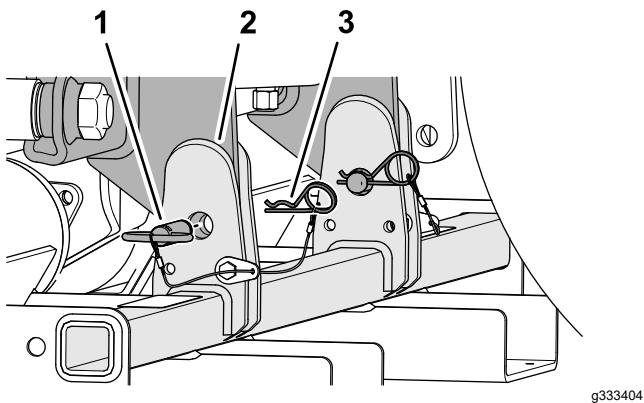

Figure 46
3. Fixez le support de rangement à la machine à l'aide des 2 goupilles et des 2 goupilles fendues (Figure 46).